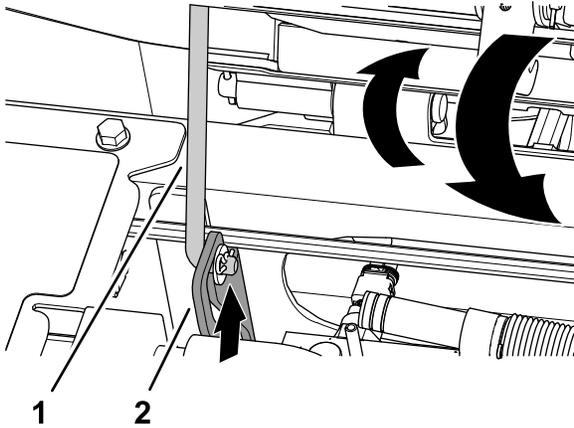

图 65
1. 稍微转动座椅将支撑杆从座椅支架槽的凹陷处提起图 65。